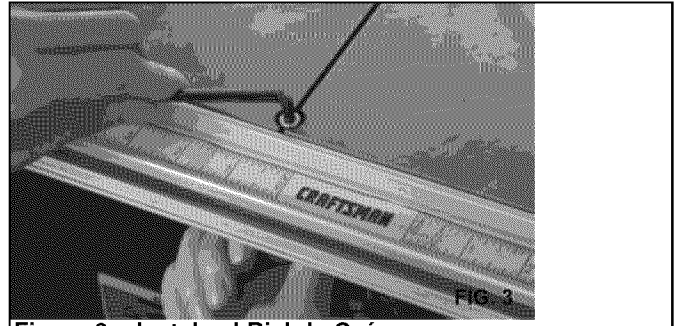

Figura 8 – Instale el Riel de Guía
- Monte y sujete el riel de guía en la mesa con cuatro tornillos de mariposa y arandelas. Utilice el tornillo de cabeza hueca, la arandela y la tuerca de mariposa para corregir la planitud de la mesa de trabajo (véase la Figura 8).